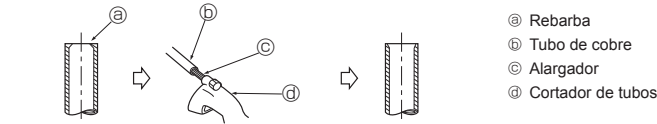

Fig. 5-3
5.3.2. Remoção das rebarbas (Fig. 5-3)